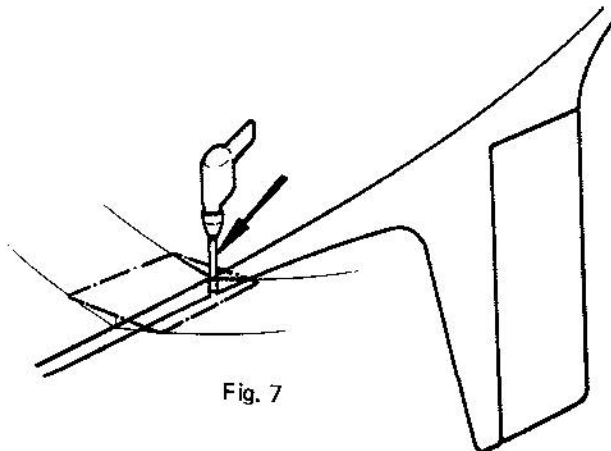

Fig. 7
1. Bestäm exakt plats för bädden med hjälp av båtritning och måttskiss. Märk ut var **akterkanten** på det rektangulära hålet blir placerat i båtbottnen och borra ett hål, ca. 4 mm vertikalt i centrum **på akterkantlinjen**. (Se fig. 7.)
1. Decide the exact position for the bed with the help of the boat drawing and dimensions sketch. Mark out where the **aft-edge** on the rectangular hole is to be placed in the bottom of the boat and drill a hole about 4 mm (0.16") vertical in the centre of the **aft-edge line**. (See Fig. 7.)